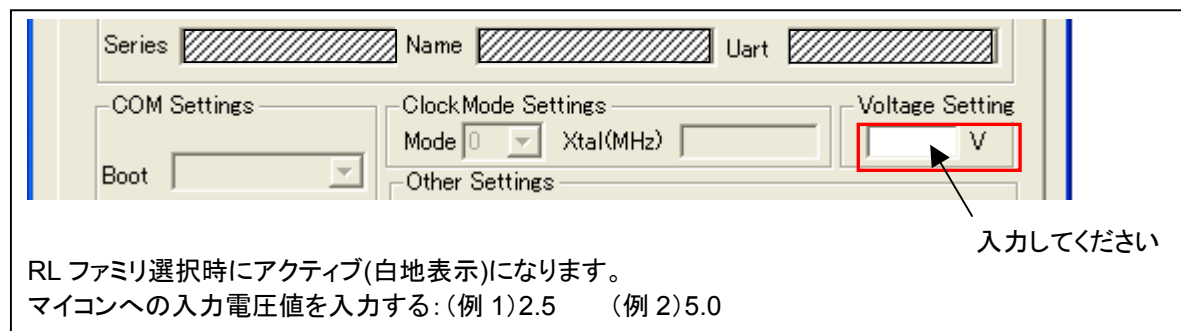

図 4-19 ⑤入力電圧設定画面
詳細は「図 4-19 ⑤入力電圧設定画面」をご参照ください。